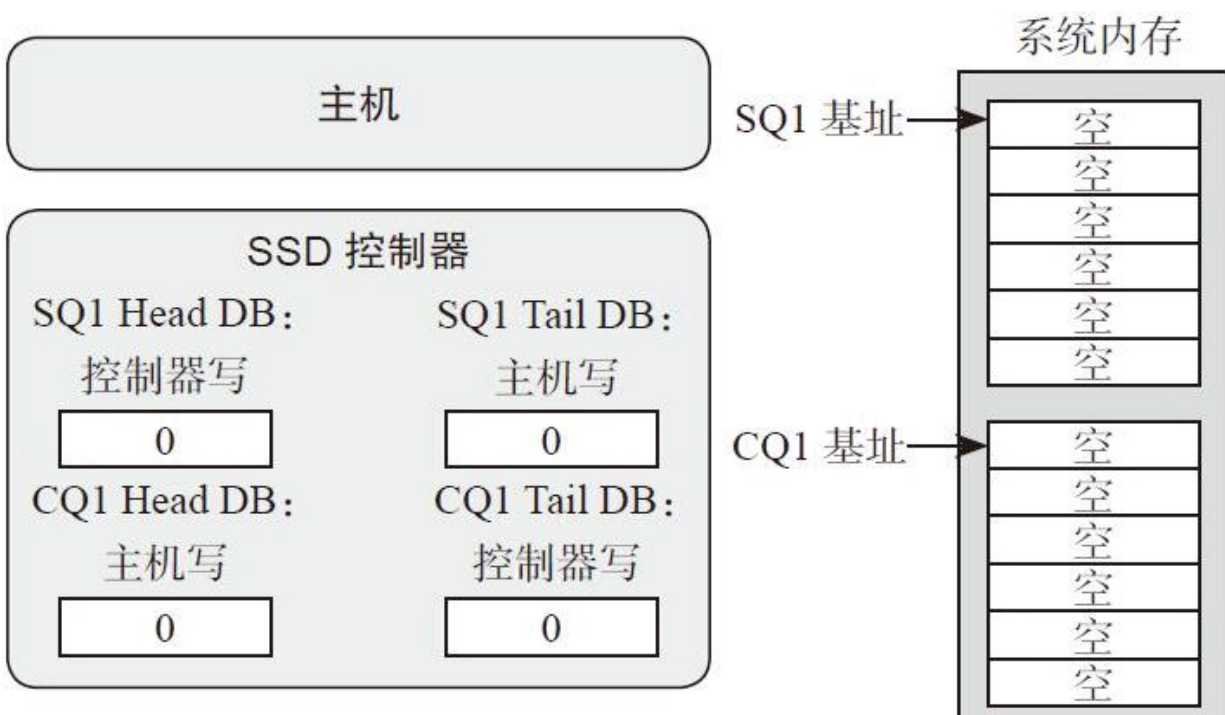

图6-14 SQ、CQ、DB初始化状态
1) 开始假设SQ1和CQ1是空的，Head=Tail=0，如图6-14所示。